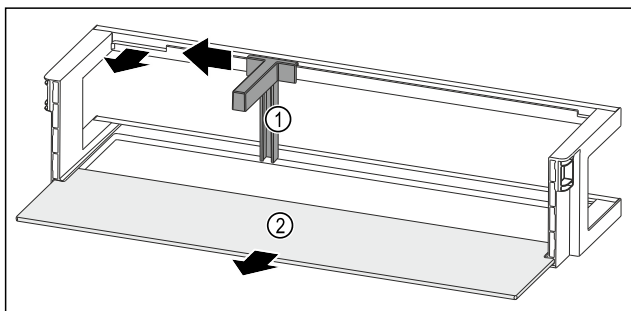

Fig. 223 Dveřní přihrádka s držákem lahví a odkládací plochou
- ▶ Držák lahví Fig. 223 (1) posuňte na stranu až k vybrání.
- ▶ Držák lahví Fig. 223 (1) odeberte.
- ▶ Odkládací plochu Fig. 223 (2) odeberte.